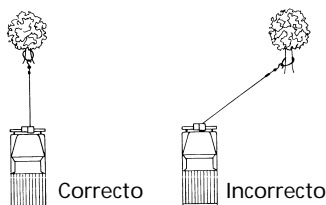

Figura 5
13. **VITE TIRAR CONTINUAMENTE DESDE ÁNGULOS EXTREMOS**, ya que esto causará que el cable de alambre se apile en un extremo del tambor (Figura 5). Esto puede atorar el cable de alambre en el cabrestante dañando tanto el cable de alambre como el cabrestante mismo.